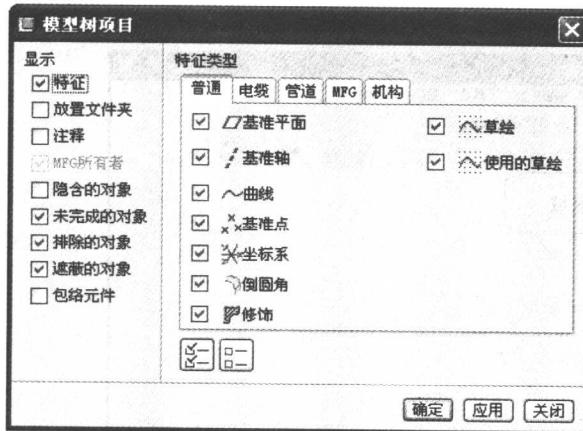

图 1-8 出现的“设置”下拉菜单
- 3) 在出现的“模型树项目”对话框中, 选中“特征”复选项, 其他选项默认, 如图 1-8 所示。